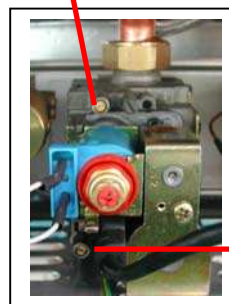

Рисунок 24
- Установите газовый манометр в точку контроля давления на выходе газового блока (давление на коллекторе горелки) (Рисунок 24).